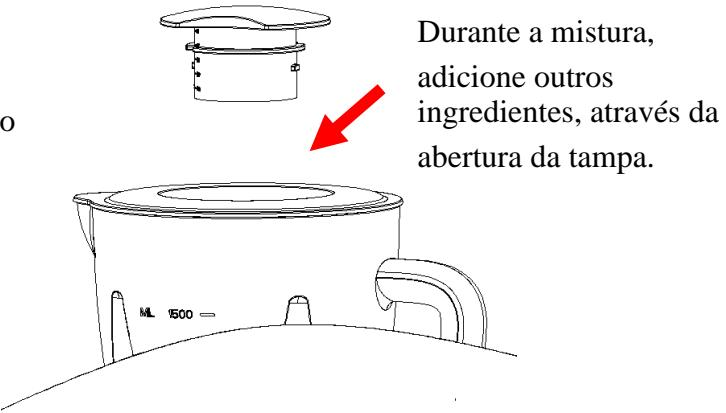

Figura 7
6. Para tarefas de mistura rápidas ou delicadas, gire o botão de velocidade na posição P e mantenha pressionado por alguns segundos e depois solte, o botão será automaticamente reiniciado na posição O. Opere por várias vezes até obter a consistência desejada. Se quiser adicionar ingredientes enquanto o liquidificador estiver funcionando, retire o copo de medição e coloque-o através da abertura da tampa. (Veja a figura 7)